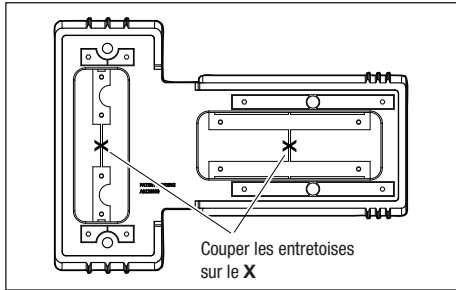

Figure 6. Découper les jeux d'entretoise de la base
1. À l'aide d'une fraise, couper les barres en plastique reliant les jeux d'entretoises du haut et du bas comme illustré sur la *Figure 6*.